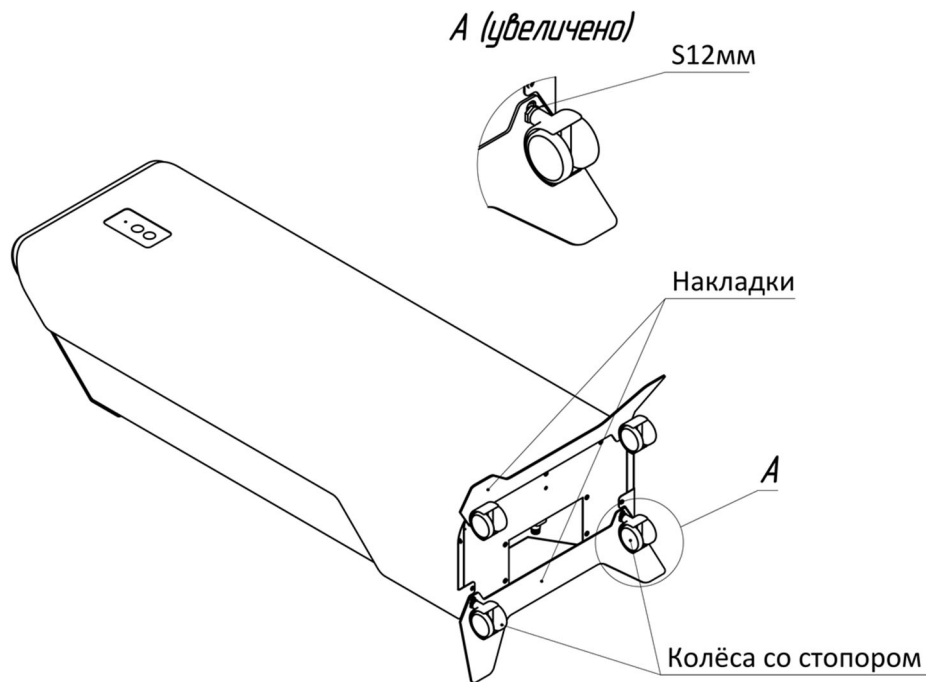

Рисунок 3. Установка накладок и колёсиков на рециркулятор.
- Для напольной установки Вам потребуется дополнительно установить накладки (2шт.) и колёсики(4шт.), которые значительно повышают устойчивость устройства и позволяют легко передвигать его на небольшие расстояния за верхнюю часть корпуса рециркулятора. Накладки необходимо прикрутить к корпусу рециркулятора спереди и сзади между корпусом рециркулятора и колёсиками – рисунок 3. Для сборки накладок и колёсиков использовать ключ на 12мм из комплекта крепежа. Спереди рециркулятора установить колёсики без стопоров, сзади со стопором. После помещения рециркулятора в выбранное для него место, следует зафиксировать колёсики расположенными на них стопорами.